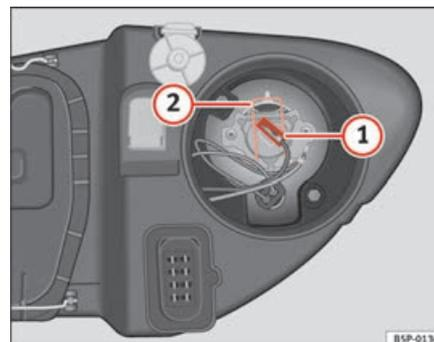

Fig. 191 Feux de route
- Retirez le connecteur ⇒ fig. 191 ① de la lampe.
- Appuyez sur le ressort ⇒ fig. 191 ② vers l'intérieur et vers la droite.